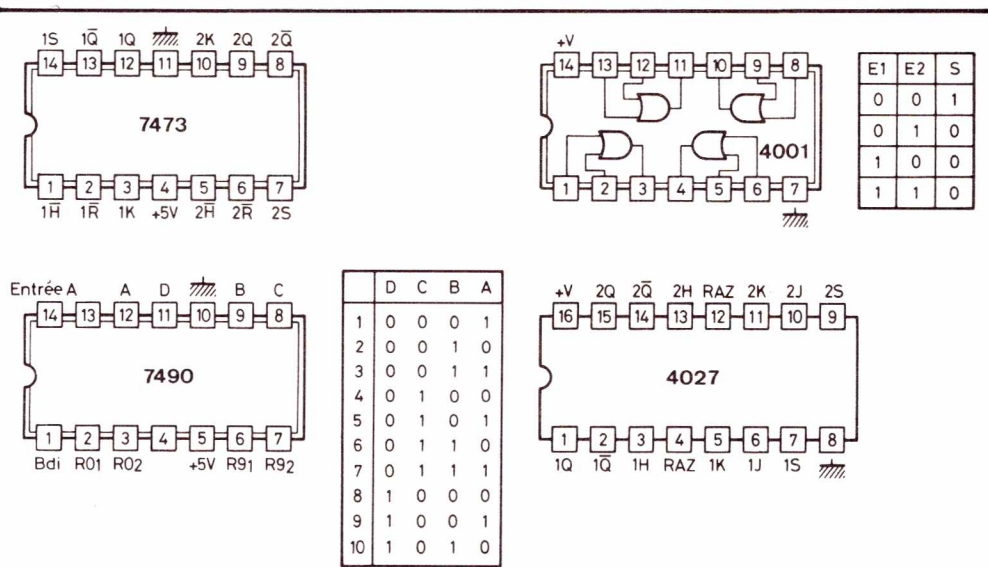

Figure 6 : brochage des différents CI.
B) LE MONOSTABLE transformera donc ces signaux impropres en créneaux parfaits c'est-à-dire largeur constante quelle que soit la période du signal et fronts raides. Ce monostable sera constitué de deux portes NOR N1 et N2. N1 à une entrée (5) rebouclée sur la sortie 3 de la seconde porte N2. en l'absence d'impulsions l'entrée 6 de N1 est au niveau 0, les entrées 1 et 2 de N2 sont à 1 par R11 (C7 est déchargé), la sortie 3 de N2 est donc à 0 (voir table de vérité 4001, **figure 6**). Par conséquent, l'entrée 5 de N1 est à 0. N1 ayant ses deux entrées à 0, à sa sortie à 1. C7 présente donc deux niveaux de potentiel identiques sur chacune de ses armatures et se trouve donc déchargé, le système est stable et est au repos.
En se rapportant à la numérotation binaire (**figure 6**) on s'aperçoit que les sorties B et C sont ensemble au niveau 1 à la sixième impulsion. Si bien que lorsque le compteur arrivera à la sixième impulsion, il passera aussitôt à 9 puis à zéro à l'impulsion suivante. Nous aurons donc bien eu 7 impulsions.